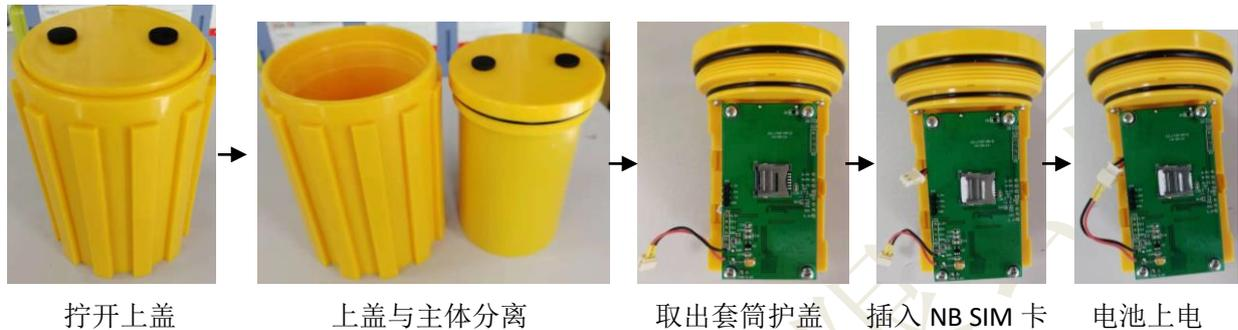

图 4 地埋式车位终端 NB 卡的安装步骤图
- 1) 将 SIM 卡座沿 OPEN 方向打开, 安装 NB 卡, 然后沿 LOCK 方向锁紧 SIM 卡座 (见图 4);